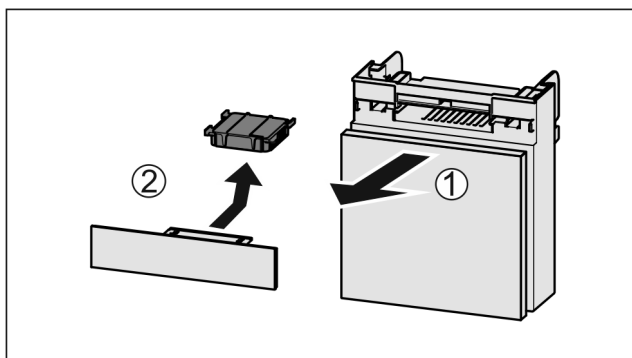

Fig. 57
- 向前拉出 Fig. 57 (1) 抽屉。
- 取出 Fig. 57 (2) 活性炭过滤器。